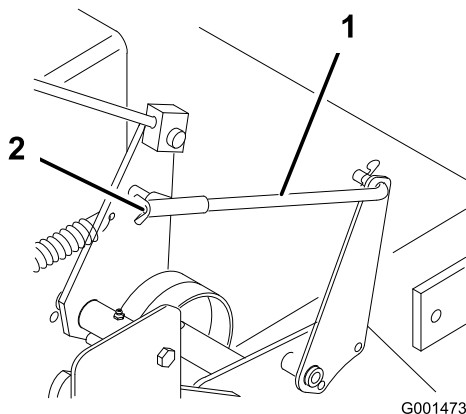

Figure 38
5. Pour régler le frein, tournez les écrous à oreilles sur les tiges de frein (Figure 38). Tournez les écrous à oreilles dans le sens horaire pour serrer le frein et dans le sens anti-horaire pour desserrer le frein.